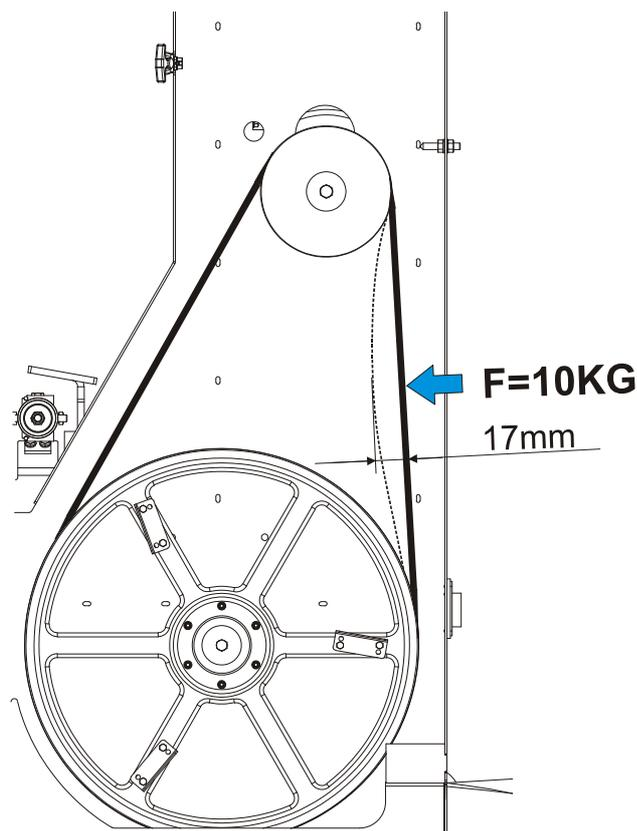

FIG. 3-3
1. Desserrez les quatre boulons de montage du moteur (voir Figure 3-3).